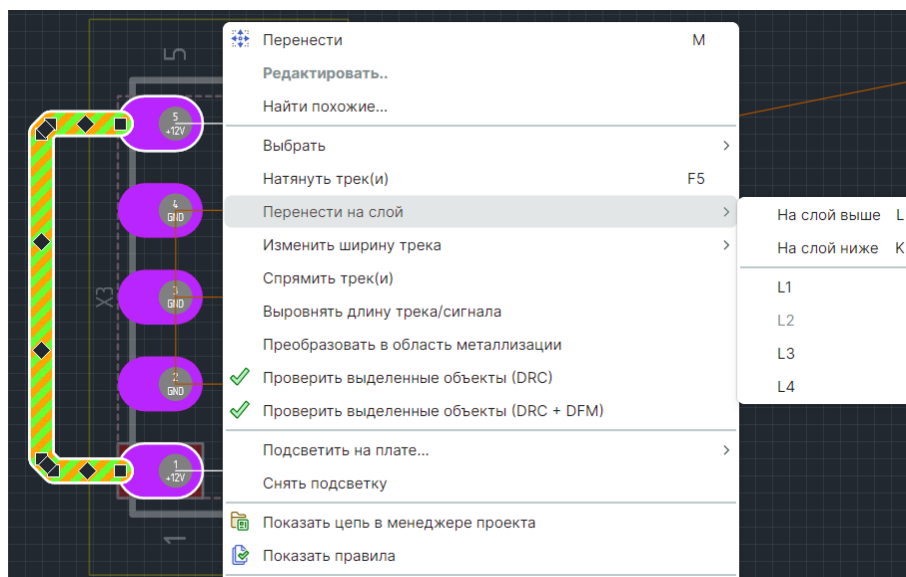

Рис. 245 Перенос трека (сегмента трека) на слой выше/ниже
2. В контекстном меню выберите пункт «Переместить трек на слой выше/ниже» или выберите подходящий слой из списка всех проводящих слоев текущей платы (слой, на котором размещен трек (сегмент трека) отображается серым цветом), см. Рис. 245.